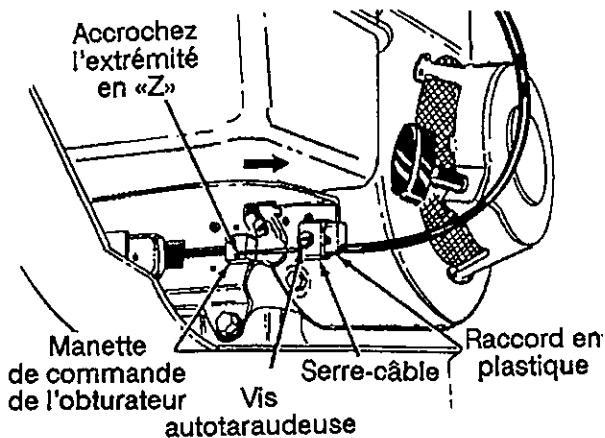

FIGURE 3
INSTALLATION DU CÂBLE DE COMMANDE DE L'OBTURATEUR (Voir la figure 3)
2. Enlevez le serre-câble représenté à la figure 3 en retirant la vis autotaraudeuse.
3. Accrochez l'extrémité en «Z» du câble de commande de l'obturateur dans le trou de la manette sur le moteur, comme à la figure 3.
5. Tirez sur le câble pour que la manette de l'obturateur, sur le moteur, soit complètement ouverte (à fond vers la droite de la machine), comme à la figure 3. Serrez la vis autotaraudeuse pour maintenir le câble à cette position.